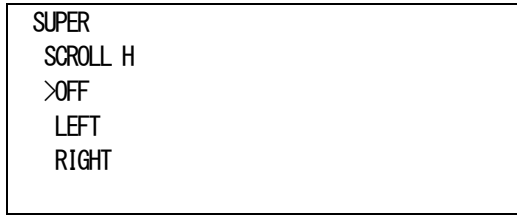

図4-32 オンスクリーンメニュー(SCROLL H例)
- 1) SUPERメニューで「SCROLL H[SCRH]」を選択し、**ENTER**ボタンを押すと図4-32のような設定メニューが表示されます。